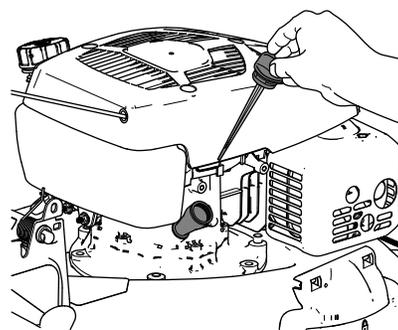

Figure 26
3. Tournez le bouchon dans le sens antihoraire et sortez la jauge (Figure 26).